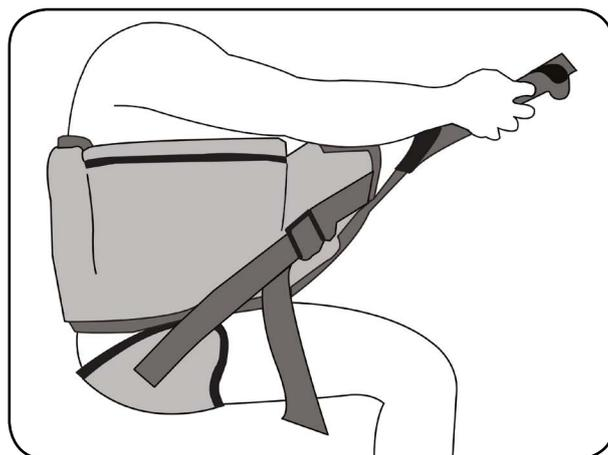

Abb. 9.2.09 – Sitzschaukel unter dem Gesäß des Patienten
14. Zum Positionieren der Sitzschaukel neigen Sie den Oberkörper des Patienten nach vorne. Stützen Sie dabei den Patienten ab, um das Risiko eines Sturzes zu verringern. Lösen Sie die Sitzschaukel vom Klettband und ziehen Sie diese mit Hilfe des Patienten möglichst eine Handbreit unter das Gesäß. Ziehen Sie die Sitzschaukel mit den Gurtenden gleichmäßig stramm (Abb. 9.2.09).